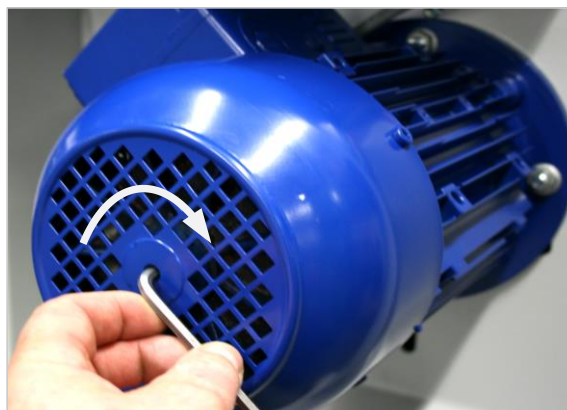

Abbildung 39: Motorbremse nachjustieren
- Hauptschalter (1) ausschalten und abschließen.
- Stecken Sie einen abgewinkelten Inbusschlüssel SW5 durch die Lüfter-Abdeckhaube und führen Sie ihn in den Innensechskant der stirnseitigen Stiftschraube ein (siehe ⇒ Abbildung 39).
- Drehen Sie den Inbusschlüssel ca. 1/8 Umdrehungen im Uhrzeigersinn (siehe ⇒ Abbildung 39).